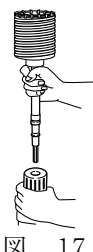

図 17
- (2) コアビットシャンクを本機につけます。(図 17)